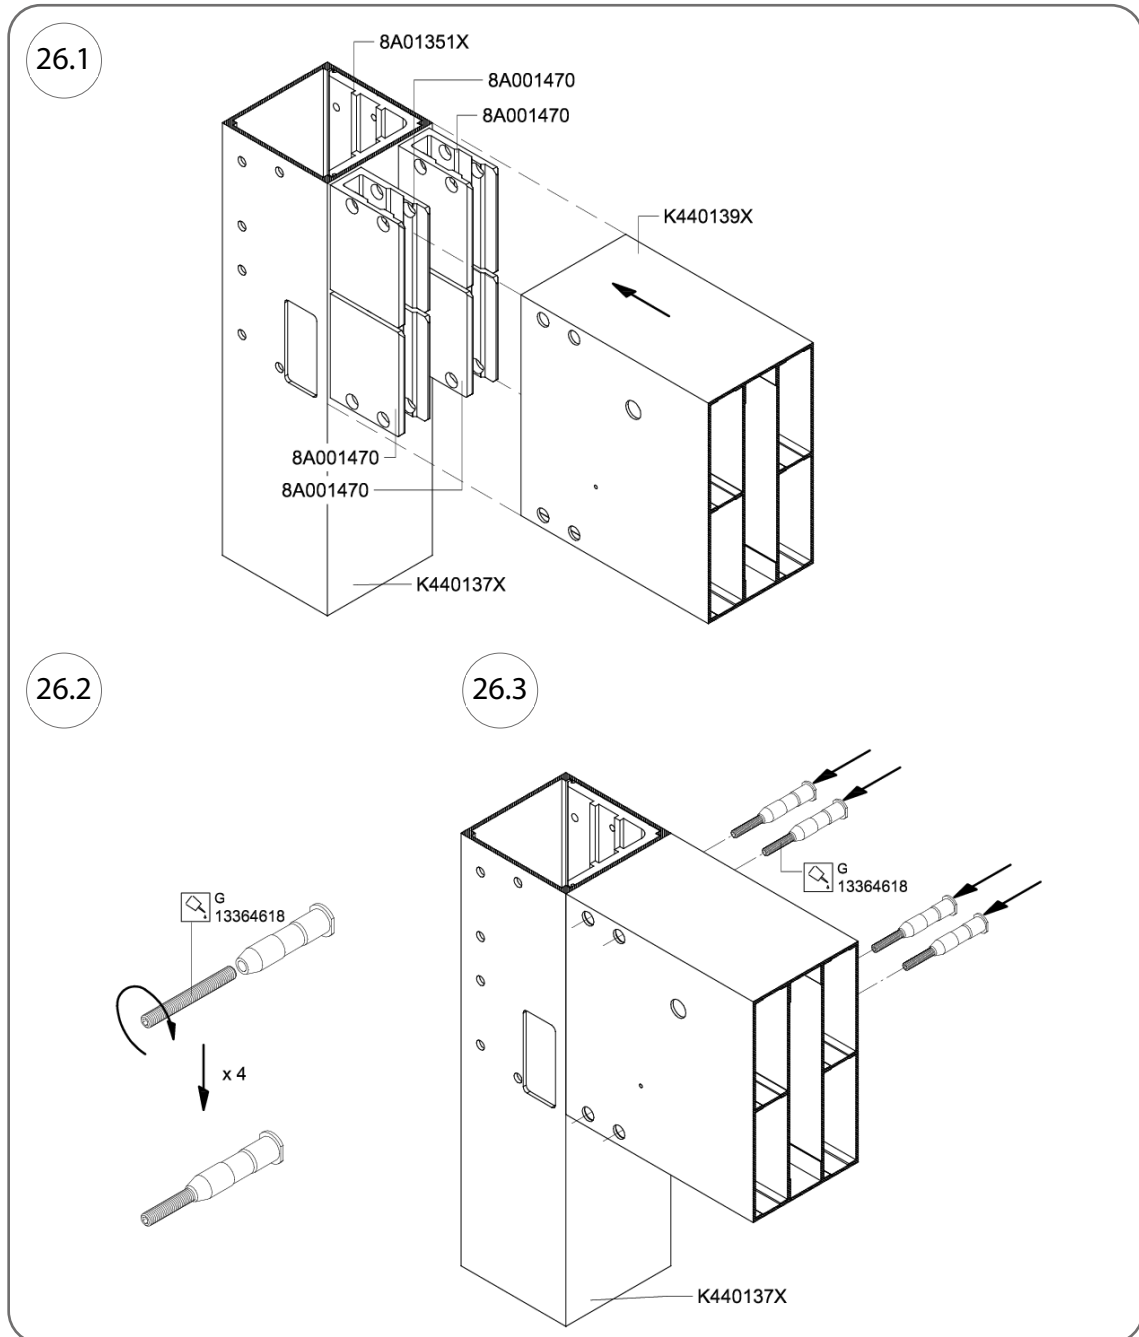

Fig. 26
1. Pour réaliser l'assemblage, glissez la poutre intermédiaire (réf. K440139X) sur les connecteurs (réf. 8A001470) et, à travers les trous double face du profilé de poutre, insérez 4 jeux de goupilles de poutre intermédiaire (réf. 8A001490X), puis vissez les deux parties de la goupille ensemble (comme illustré sur les fig. 26 et 27, opération n° 27.2).